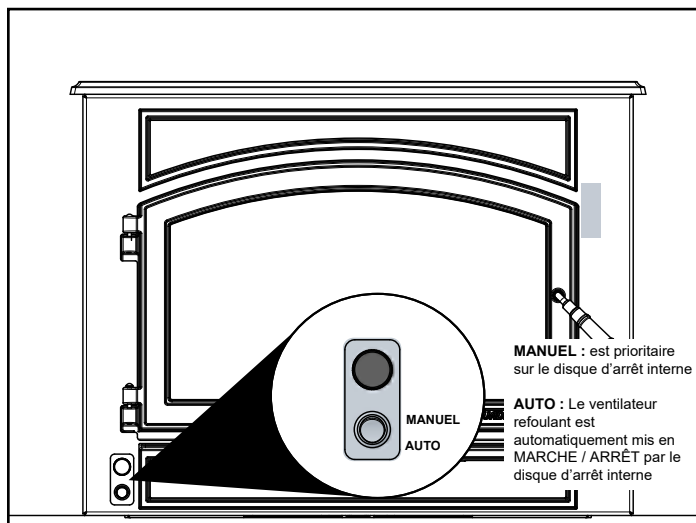

Figure 14.1
1. Le ventilateur s'enclenche et s'arrête automatiquement lorsqu'il est réglé sur la position AUTOMATIQUE (AUTO) (**Figure 14.1**).